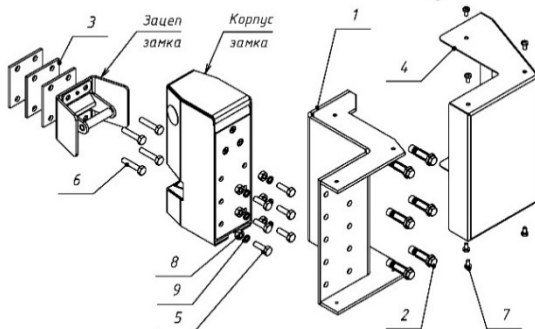

Рисунок 1 – Комплект МК AL-ZL-Outside
1.1 В основной комплект поставки входят (рисунок 1):
- кронштейн корпуса (1).....1 шт.
- анкер-болт М6 (2).....6 шт.
- подкладка зацепа 3мм (3).....3 шт.
- кожух кронштейна (4).....1 шт.
- болт М6х20 (5).....6 шт.
- болт М6х30 (6).....4 шт.
- винт М4х8 (7).....6 шт.
- гайка М6 (8).....6 шт.
- шайба 6 гр. (9).....6 шт.